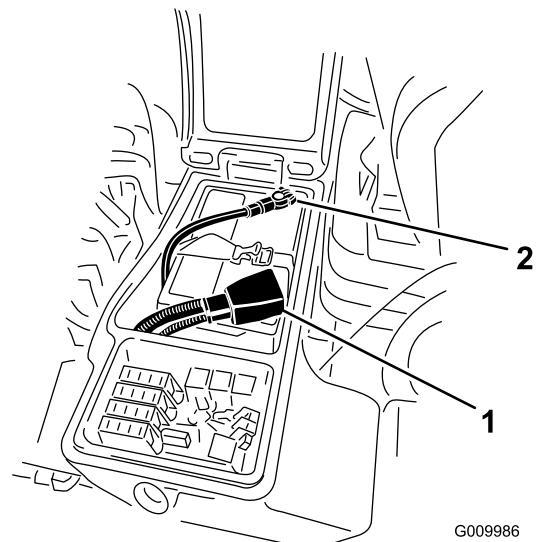

Figure 48
3. Débranchez le câble négatif (noir) de la borne négative (-), puis le câble positif (rouge) de la borne positive (+) de la batterie (Figure 48).
- Raccordez le câble positif (rouge) de la batterie à la borne positive (+) et le câble négatif (noir) à la borne négative (-) (Figure 48).